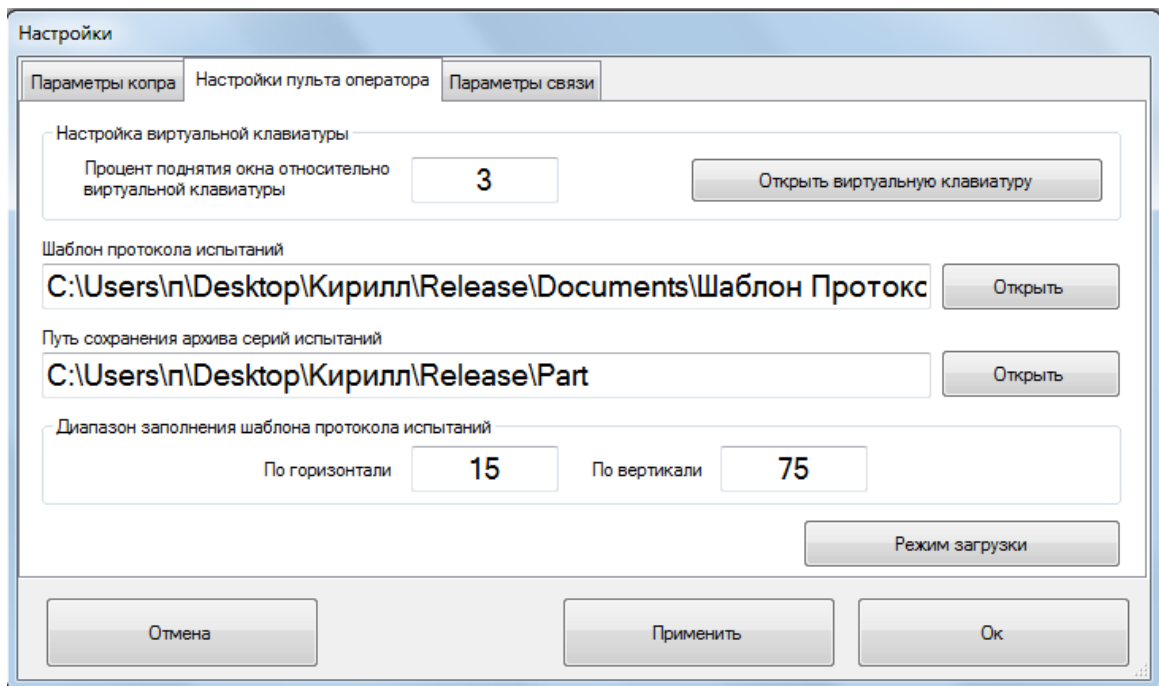
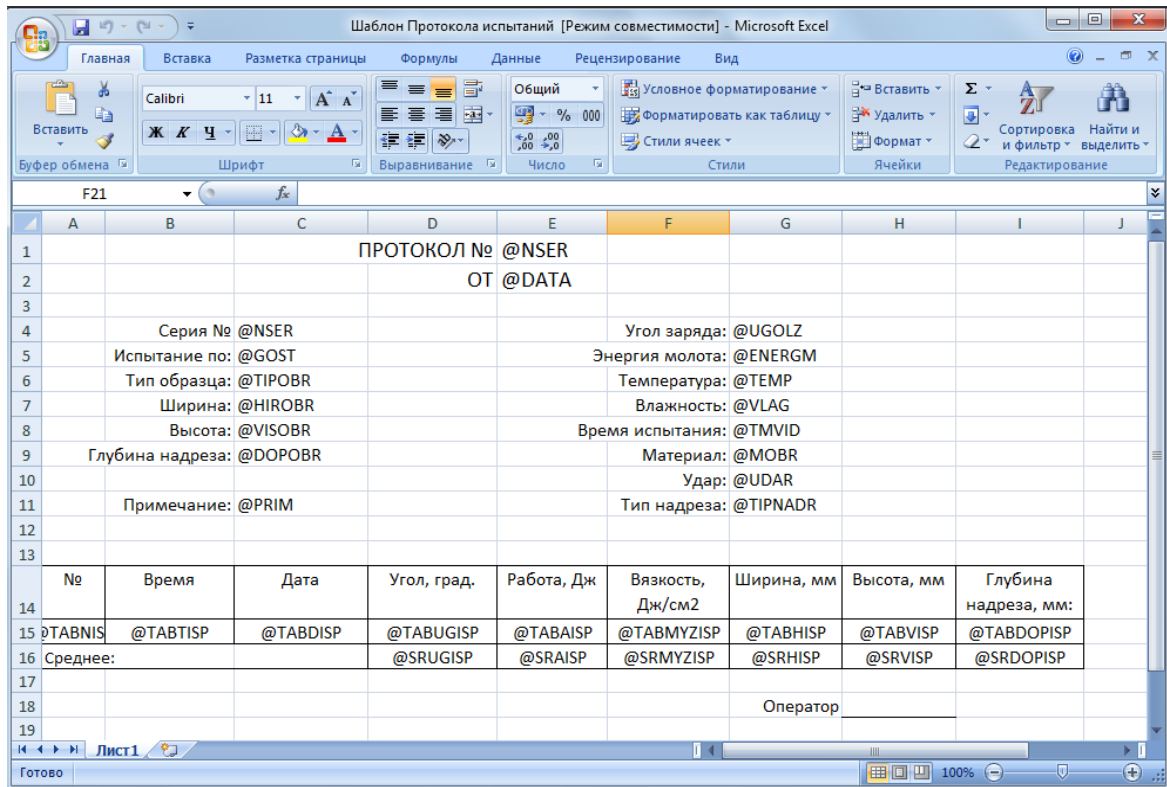

Рис. 5
Рис. 8.
Группа параметров «Параметры копра» (рис. 5) позволяет задать требуемый угол зарядки молота: $\alpha = 160^\circ, 150^\circ, 97,18^\circ$, энергию молота: $E = 0,5; 1; 2; 2,5; 4; 5; 7,5; 15; 25; 50; 150; 300; 450$ Дж, количество импульсов энкодера на один оборот для отслеживания угла перемещения молота.
Группа параметров «Настройки пульта оператора» (рис. 5) позволяет открыть виртуальную клавиатуру на планшетном компьютере и определить ее положение относительно окна программы, выбрать шаблон протокола испытания и указать путь для сохранения архива серии испытаний. Кроме этого предусмотрена возможность редактирования диапазона заполнения (по горизонтали / по вертикали) шаблона протокола испытаний.
3.6. Команда «Редактировать шаблон протокола испытаний»  позволяет выполнить редактирование основного шаблона протокола испытаний (рис. 8), путь к которому указан в настройках программы (рис. 5).
3.7. Команда «Протокол испытаний»  позволяет открыть полученный массив результатов серии испытаний в виде отчета (рис. 9), путь к шаблону которого, указан в настройках программы (рис. 5).